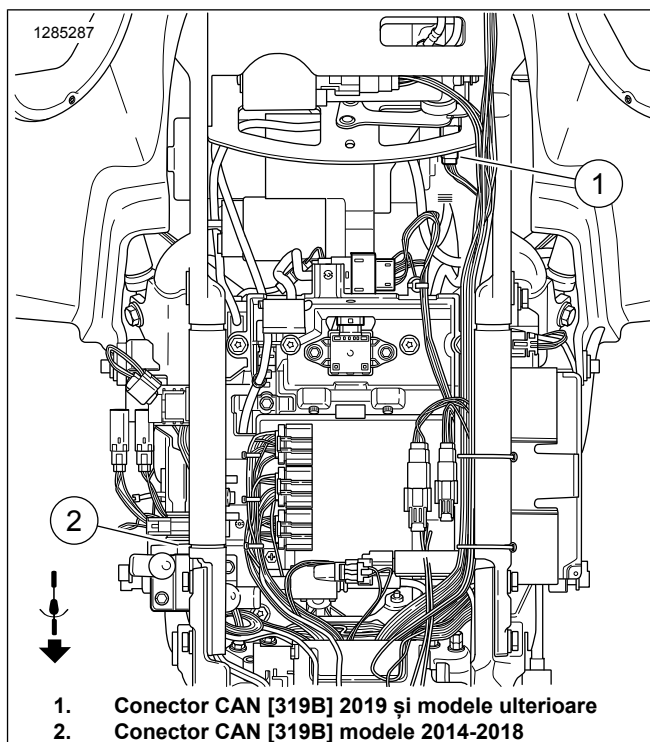

Figura 3. Conector CAN [319B]
c. Consultați Figura 3 . Localizați conectorul cu 2 căi CAN Delphi [319B] (1) sub capacul din partea dreaptă.
d. Capacul este un pachet de rezistoare terminale fixat pe cutia electrică. Scoateți conectorul [319B] (1) din pachetul de rezistoare.
b. Separați cele trei legături de cablu care țin ansamblul de fire al conectorului [319B] (1).
c. Consultați Figura 3 . Ghidați conectorul [319B] (1) și [319A] de-a lungul cadrului, apoi pe sub cadru, în locația din stânga a conectorului CAN al vehiculului.
f. Consultați Figura 3 . Localizați conectorul cu 2 căi CAN Delphi [319B] (1) sub capacul din partea dreaptă.
- g. Capacul este un pachet de rezistoare terminale fixat pe cutia electrică. Scoateți conectorul [319B] (1) din pachetul de rezistoare.